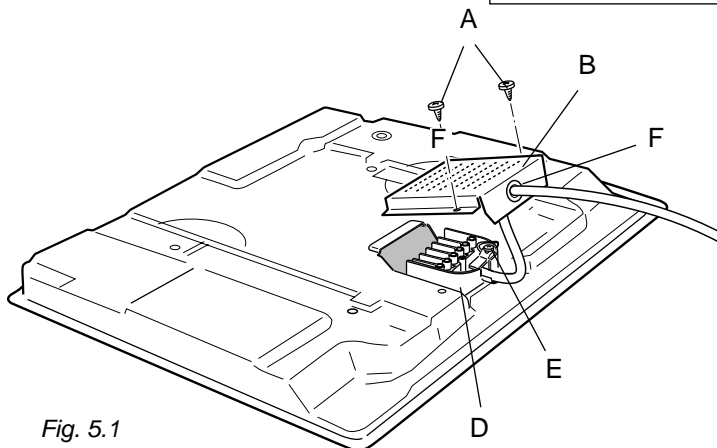

Fig. 5.1
- ✓ Svitare le viti A e togliere la protezione B (fig. 5.1)
- ✓ Aprire il fissacavo E (fig. 5.1)